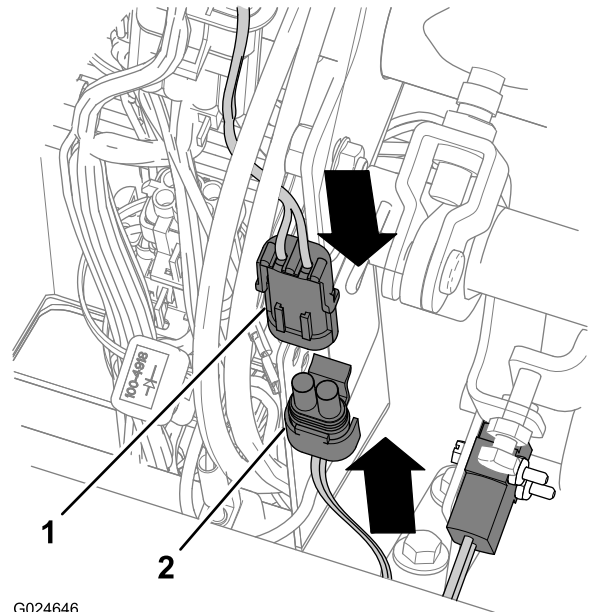

Figura 48
1. Sulla parte anteriore della macchina lato passeggero, individuate il connettore a 2 pin nel cablaggio anteriore della macchina per il circuito del ruttore (Figura 48).
3. Collegate il connettore a 2 pin del cablaggio della macchina al connettore a 2 prese del cablaggio del contattore del ruttore (Figura 48).